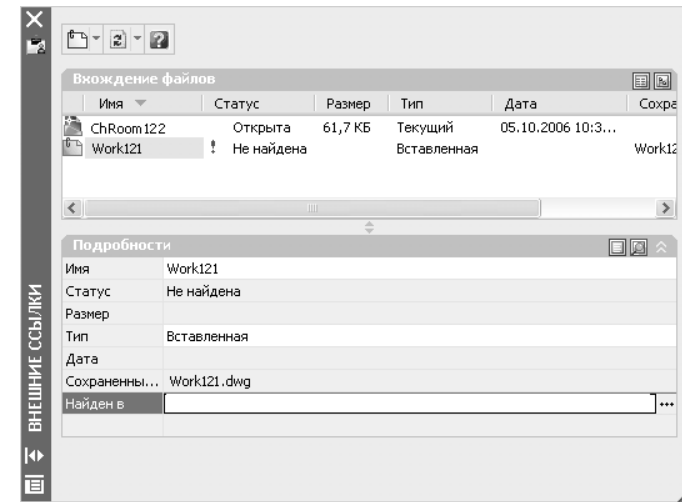

Рис. 12.24 ▼ Палитра **Внешние ссылки** (External References) с разделом **Подробности** (Details) для отсутствующей внешней ссылки
- Откройте палитру **Внешние ссылки** (External References) любым удобным для вас способом, щелкните на внешней ссылке, которая отсутствует в открытом файле главного чертежа, а затем щелкните на строке **Найден в** (Found at) в разделе **Подробности** (Details), расположенном под списком ссылок текущего чертежа. Справа от строки **Найден в** (Found at) появится небольшая кнопка с символами +++ (рис. 12.24).